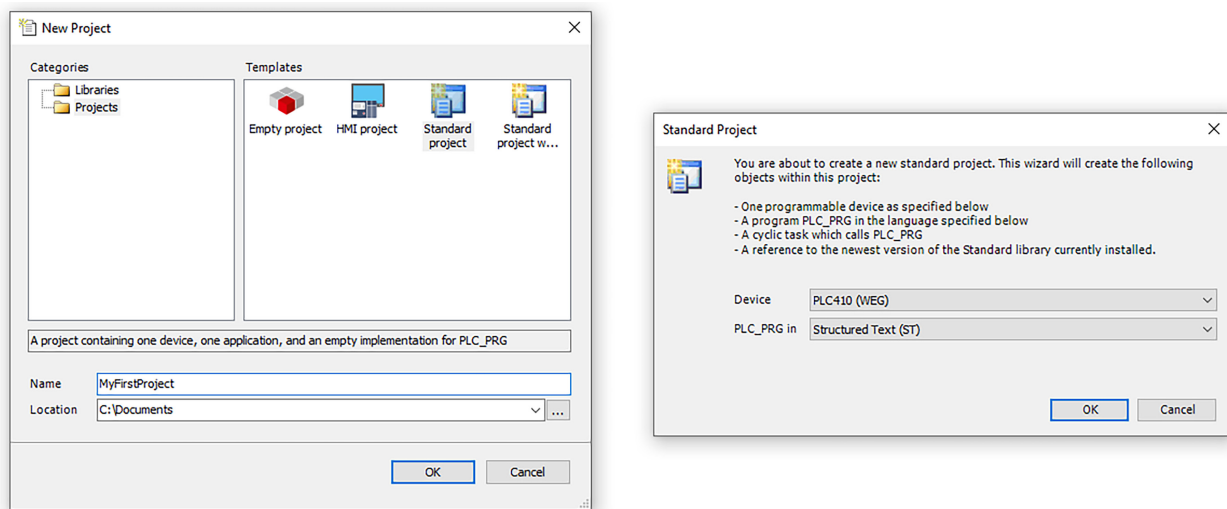

Figura 14.1: Creación de un nuevo proyecto
- 4) Abra el CODESYS y cree un nuevo proyecto en **File > New Project**. Seleccione **Standard Project**, defina el nombre, el local donde será guardado y presione **OK**. En la nueva ventana, seleccione el Device **PLC410 (WEG)** y el lenguaje de programación deseado, conforme lo muestra la Figura 14.1 de la página 14-2.